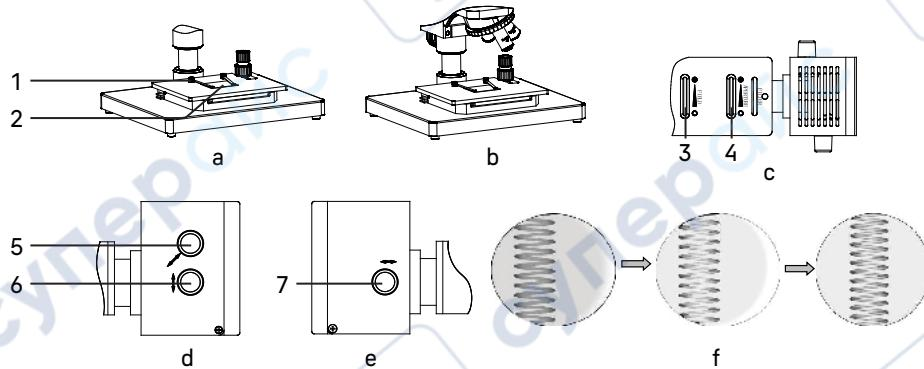

Рис. 9. Центрировка источника света
1. Кусок белой бумаги 2 (примерно 40 x 50 мм) положите на предметный столик и закрепите зажимами 1, как показано на рис. 9а.
2. Выверните один из объективов из револьвера и введите в ход лучей свободное гнездо револьвера – отверстие без объектива, как показано на рис. 9б.
3. Откройте полевую и апертурную диафрагмы, в этот момент на белой бумаге появится яркое световое пятно с изображением нити накала внутри, как показано на рис. 9г.